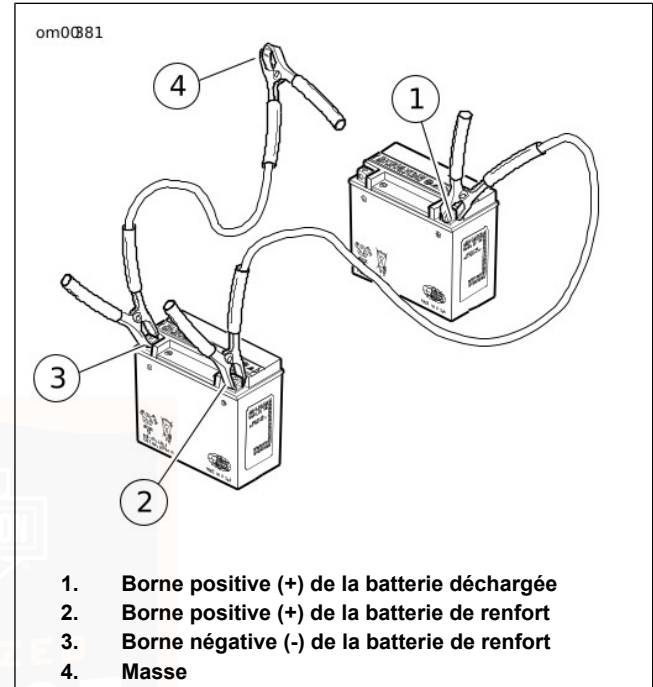

Figure 76. Connexions des câbles de démarrage
1. Voir Figure 76. Connecter une extrémité du câble de démarrage à la borne positive (+) de la batterie DÉCHARGÉE (1).
2. Connecter l'autre extrémité du même câble à la borne positive (+) de la batterie de RENFORT (2).